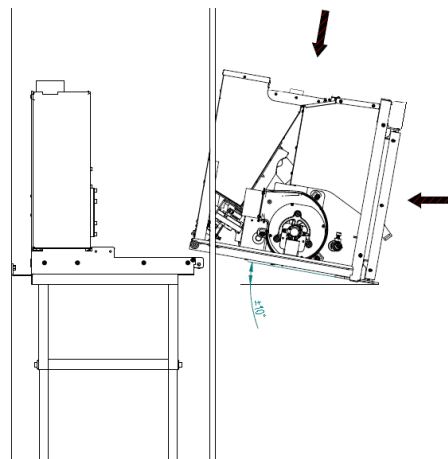

Figura 8 – Instalação
- Depois de fixar a base do equipamento e a chaminé estar instalada colocar a parte móvel do equipamento conforme mostrado na figura 8.